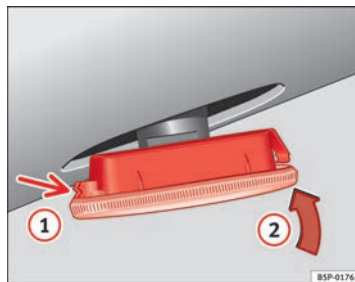

Abb. 173 Seitlicher Blinker
⇒ Abb. 173, Pfeil ①.
- Setzen Sie den Blinker in Richtung Pfeil ② ein ⇒ Abb. 173. ■